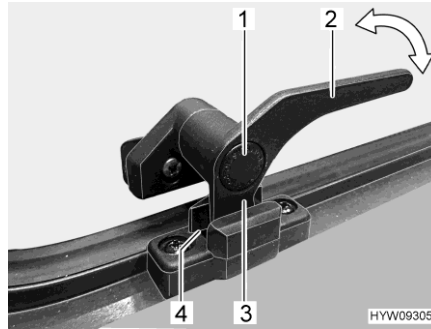

Bild 23 Verriegelungshebel (Stellung "Dauerbelüftung")
- in Stellung "Dauerbelüftung" (Bild 23)
- Sicherungsknopf (Bild 23,1) drücken und gedrückt halten.
- Den Verriegelungshebel (Bild 23,3) eine viertel Umdrehung zur Fenstermitte hin drehen.
- Den Verriegelungshebel wieder zurückdrehen. Die Verriegelungsnase (Bild 23,3) am Verriegelungshebel dabei in die Aussparung der Fensterverriegelung (Bild 23,4) einfahren.
- Sicherungsknopf (Bild 23,1) loslassen.